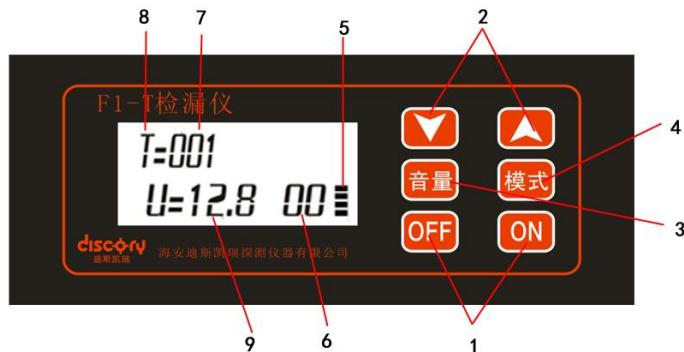

图 3 检测仪面板示意图
**3、检漏仪：**检测仪和检漏线配合使用，用于检测防腐层破损点及破损点大小分级。其功能示意如图 3 所示。